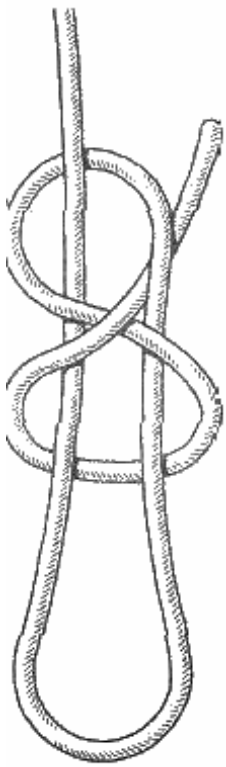

Рис. 83.
**Скользящая восьмерка** (рис. 83). Основанный на принципе восьмерки этот узел относится к разряду надежных, сильно затягивающихся петель. Он обладает свойством плавно и равномерно затягиваться при тяге за коренной конец.